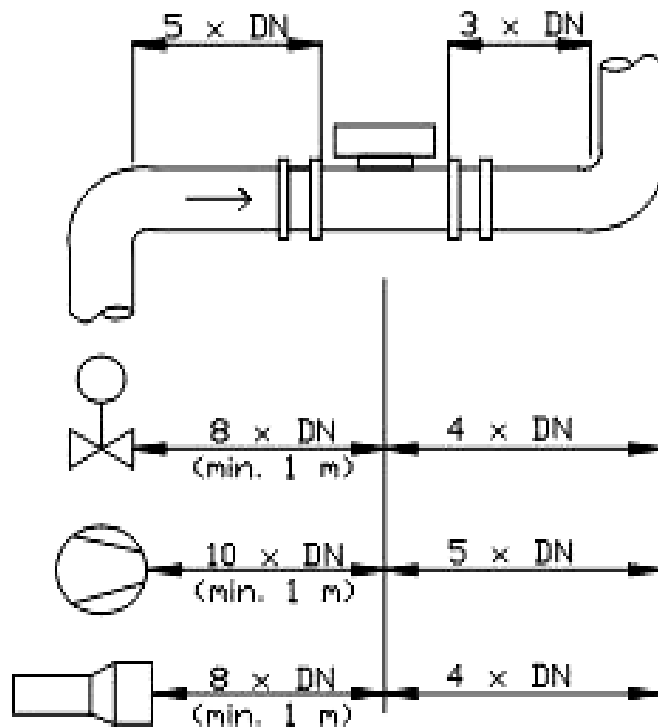

Рис. 3. Минимальные расстояния между сенсором, изгибами трубы и заслонками.
- Выдерживайте необходимое расстояние от сенсора до клапанов, изгибов, лопастей вентиляторов, шлюзовых отверстий и пр., а также до других устройств, измеряющих температуру, давление и т.д. (см. рис. 3).